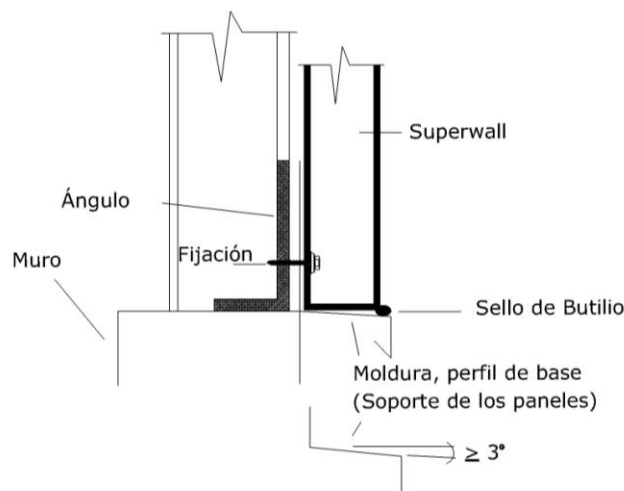

Fig. 4
- 4.3.1** Perfil de base, debe ser colocado perfectamente horizontal y tiene que ser de dimensiones adecuadas para sostener el peso del panel por que los estribos de fijación permiten un deslizamiento vertical de los paneles que requieren un adecuado soporte a la base. (Fig. 4)